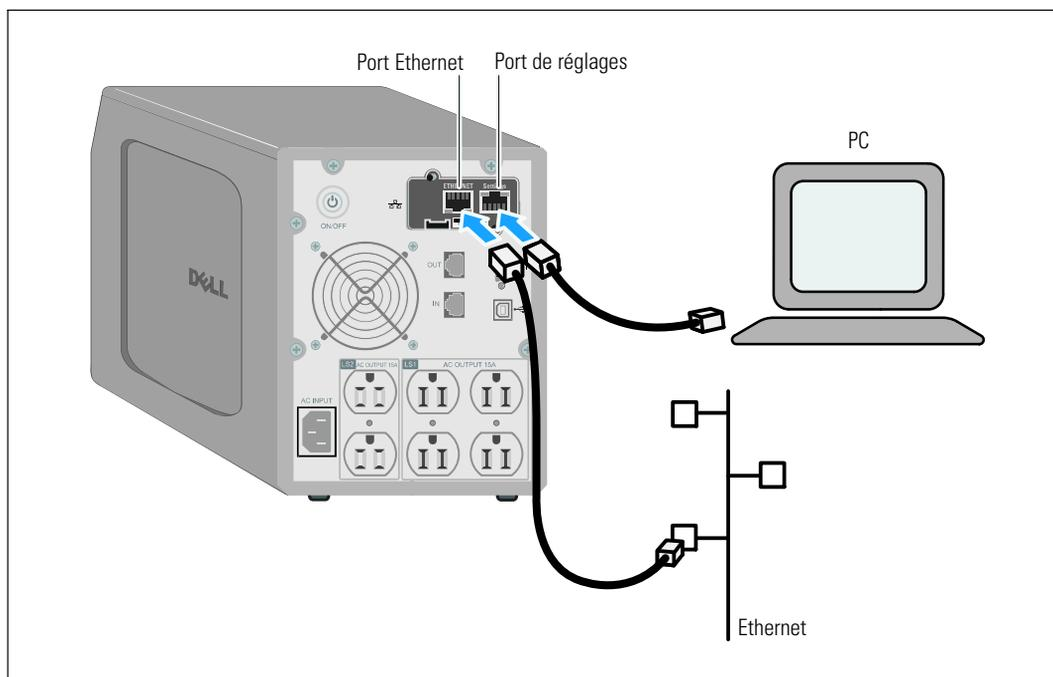

Figure 5. Connexion de la carte
- 1 Branchez l'extrémité RJ-45 du câble de configuration fourni au port de réglages de la carte (voir Figure 5).
- 3 Connectez un câble Ethernet activé (non fourni) au port Ethernet de la Carte de gestion de réseau Dell (voir Figure 5).